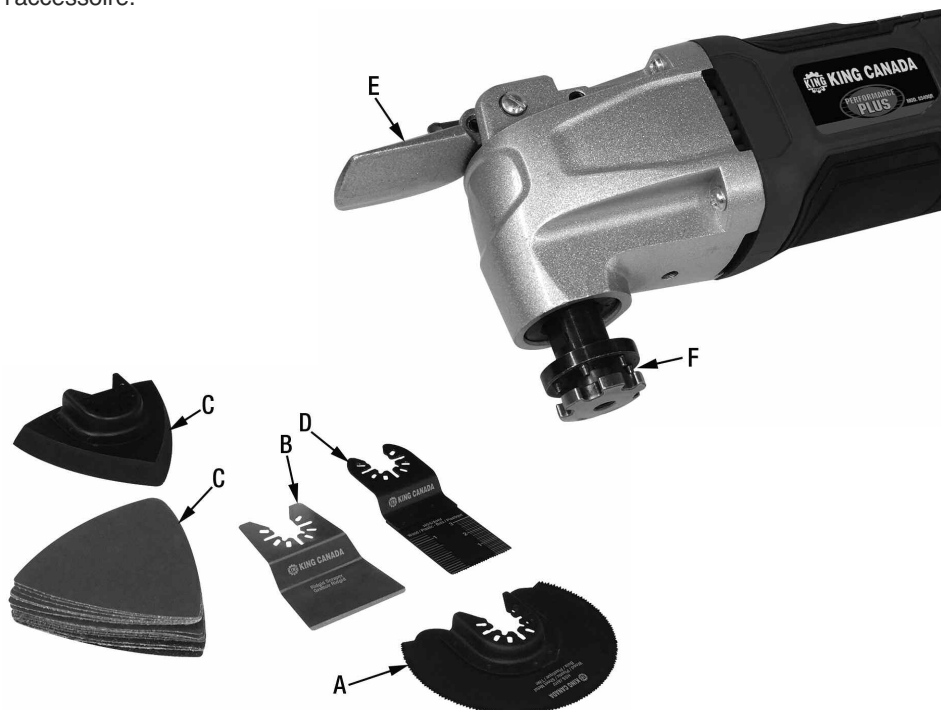

Figure 1
Cet ensemble comprend 4 accessoires différents, une lame de scie segment AHV (A) Fig.1, Grattoir rigide de 52mm avec courbure (B), Patin de ponçage (C) avec crochets et boucles (et 24 papiers de ponçage, 8 x 60, 120 et 240 grains) et une lame de scie standard Tru-cut de 35mm avec courbure (D). Un accessoire peut être installé à la fois.
Pour fixer un accessoire à l'outil multifonctionnel, soulevez le levier de changement rapide (E) Fig.1 et pivotez le levier complètement de 180 degrés tel que montré ci-dessous. Positionnez l'accessoire entre les deux pinces (F) et alignez les broches de serrage avec les trous de montage de l'accessoire.
Pivotez le levier de changement rapide (E) Fig.1 en position verrouillée pour fixer l'accessoire.